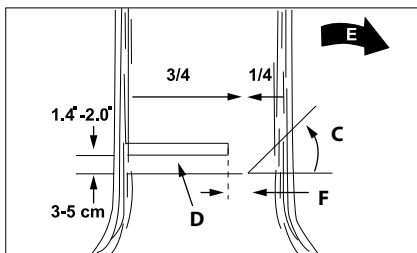

Рис. 15
Внимание! Не ходете пред дървото, на което вече са направени предварителни срези. Окончателен срез (D) се изпълнява от обратната страна на дървото в 3-5 cm над хоризонтална основа на предварителен срез (C) (рис. 15).